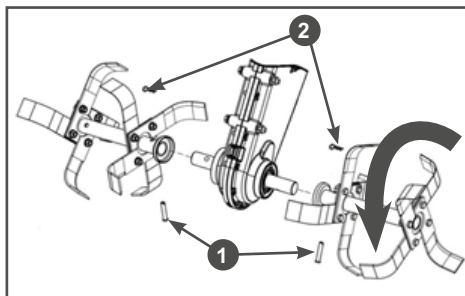

Рис. 8 Установка фрез
3. Установите собранные фрезы на выходной вал коробки передач, закрепите их пальцами 1 и шплинтами 2 (Рис. 8).